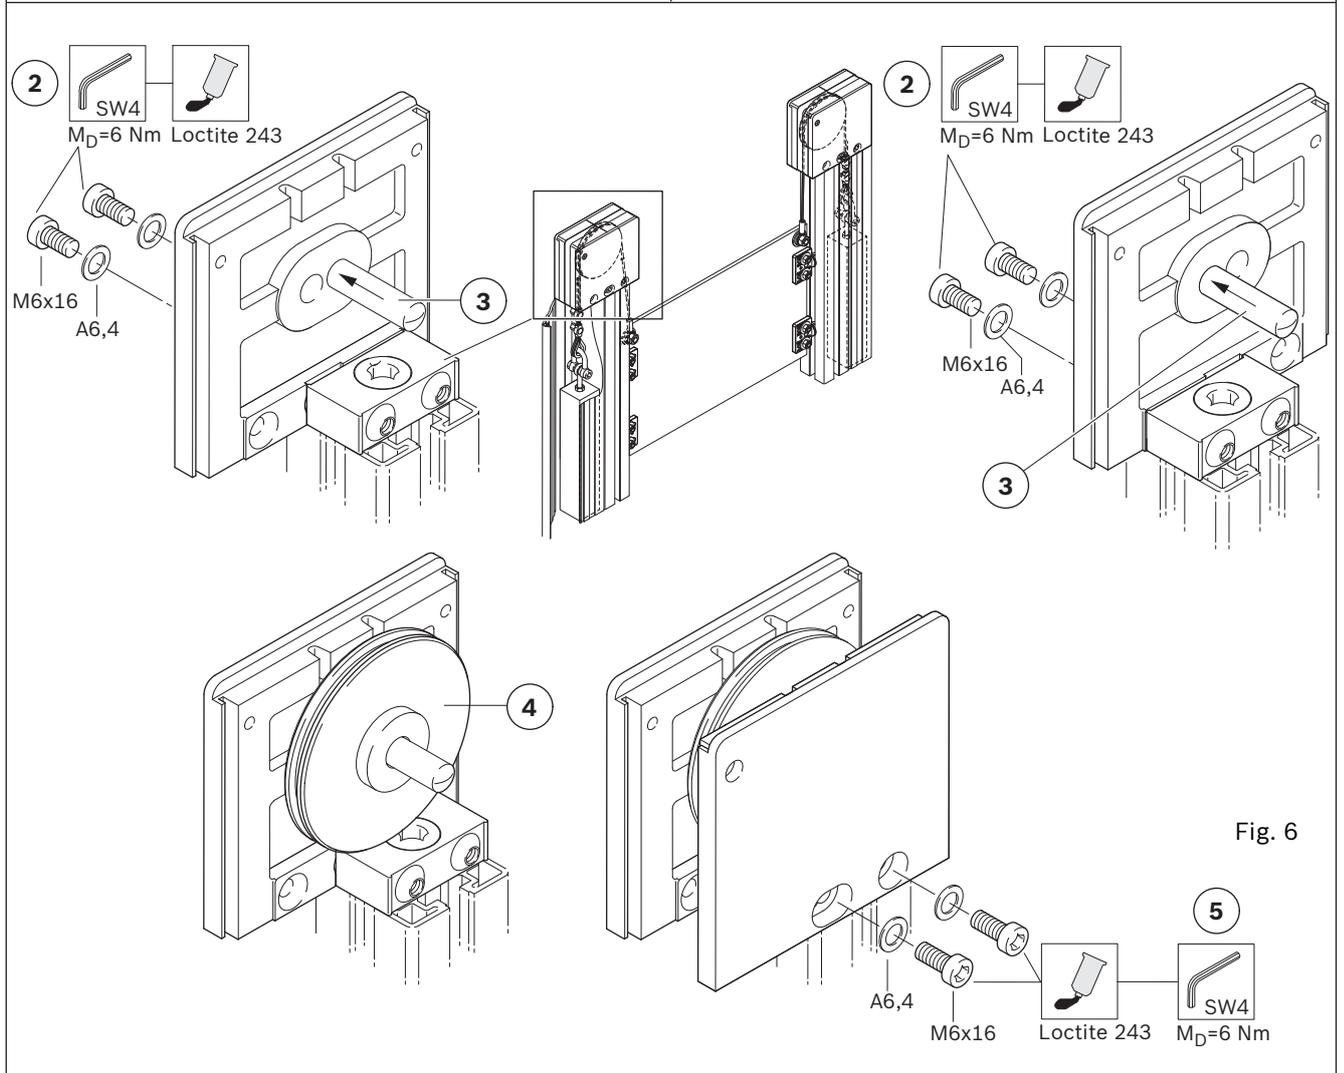

Fig. 6
2. Erste Seitenwand befestigen (Fig. 6)
3. Zylinderstift $\varnothing 10$ in Sackloch stecken (Fig. 6)
4. Seilrolle auf Zylinderstift stecken (Fig. 6)
5. Zweite Seitenwand befestigen (Fig. 6)
2. Fissare la prima parete laterale (Fig. 6)
3. Introdurre la spina cilindrica $\varnothing 10$ nel foro cieco (Fig. 6)
4. Mettere la puleggia sulla spina cilindrica (Fig. 6)
5. Fissare la seconda parete laterale (Fig. 6)
2. Attach the first side panel (Fig. 6)
3. Push $\varnothing 10$ straight pin into blind hole (Fig. 6)
4. Push cable pulley onto straight pin (Fig. 6)
5. Attach the second side panel (Fig. 6)
2. Fijar la primera pared lateral (Fig. 6)
3. Introducir la clavija cilíndrica $\varnothing 10$ en el agujero ciego (Fig. 6)
4. Introducir la roldana en la clavija cilíndrica (Fig. 6)
5. Fijar la segunda pared lateral (Fig. 6)
2. Fixer le premier côté (Fig. 6)
3. Enfoncer la goupille cylindrique $\varnothing 10$ dans le logement à fond plein (Fig. 6)
4. Enfoncer la poulie guide-câble sur la goupille cylindrique (Fig. 6)
5. Fixer le deuxième côté (Fig. 6)
2. Fixar a primeira parede lateral (Fig. 6)
3. Encaixar o pino cilíndrico $\varnothing 10$ no orifício cego (Fig. 6)
4. Encaixar o rolo de cabo no pino cilíndrico (Fig. 6)
5. Fixar a segunda parede lateral (Fig. 6)